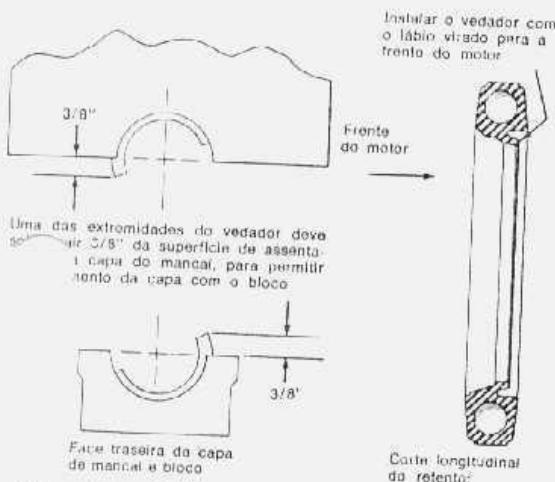

fig. 28 — Instalação do vedador do mancal traseiro
1. Se os casquilhos do mancal traseiro estiverem sendo substituídos, limpar o sulco para vedador com uma escova e solvente. Instalar a metade superior do vedador cuidadosamente no seu sulco, com o lábio voltado para a frente do motor (fig. 28), girando-a sobre o munhão da Árvore de manivelas, até que uma das extremidades fique a aproximadamente 3/8" da superfície de assentamento da capa do mancal (fig. 28).
8. Instalar o vedador inferior na capa do mancal traseiro, com o lábio virado para a frente do motor, (fig. 28) de modo que uma das extremidades fique aproximadamente 3/8" da superfície de assentamento da capa.
5. Mergulhar as duas metades do vedador em óleo de motor. Instalar cuidadosamente as metades do vedador no bloco e na capa traseira do mancal, com uma das extremidades do vedador, cerca de $3/8"$, saliente da superfície de assentamento da capa do mancal, e com o lábio voltado para a frente do motor (fig. 28).